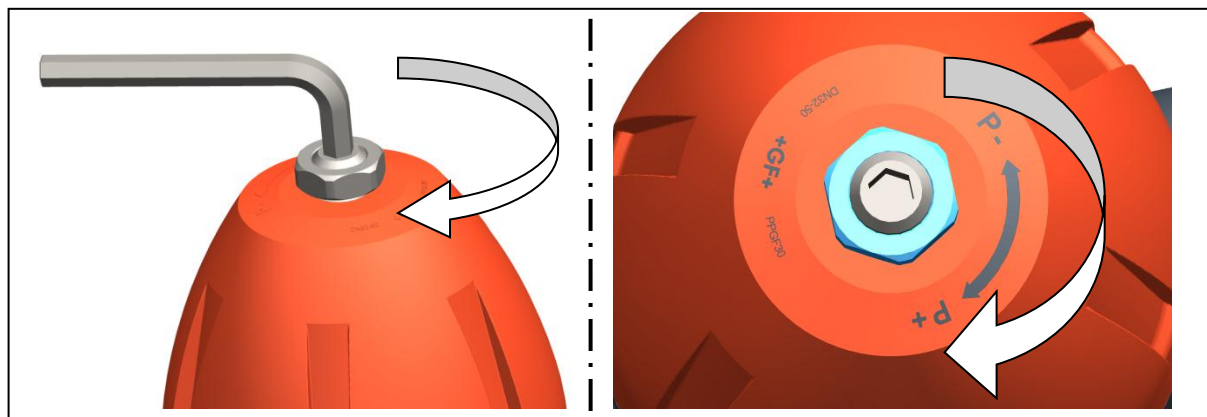

Fig. 4
- ▶ Para aumentar el valor de consigna: tensar el resorte. Para ello, girar el husillo en el sentido de las agujas del reloj, ver la fig. 4